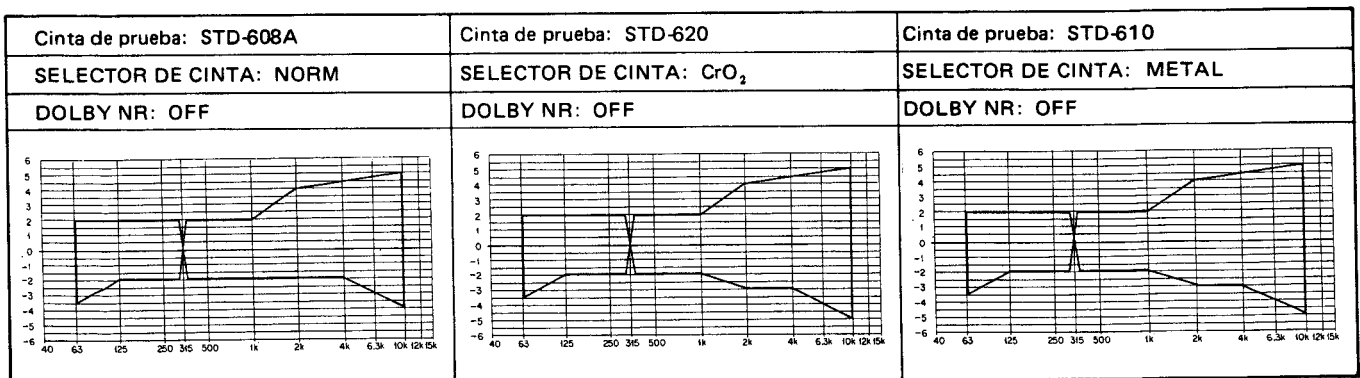

Fig. 6-10 Zona de respuesta en frecuencia de grabación y reproducción permisible en el modo de copia
5. Inserte la cinta de prueba STD-620 en el Deck II, y repita los pasos 2 y 3 para comprobar que se satisface la zona permisible de la Fig. 6-10
7. Inserte la cinta de prueba STD-610 en el Deck II, y repita los pasos 2 y 3 para comprobar que se satisface la zona permisible de la Fig. 6-10